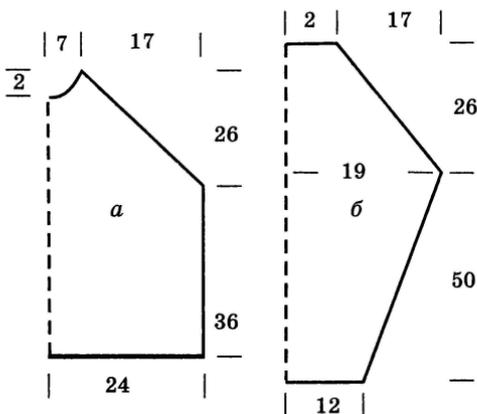

Рис. 88. Выкройки деталей свитера с рукавом реглан:
**Примерный расчет** (рис. 88):